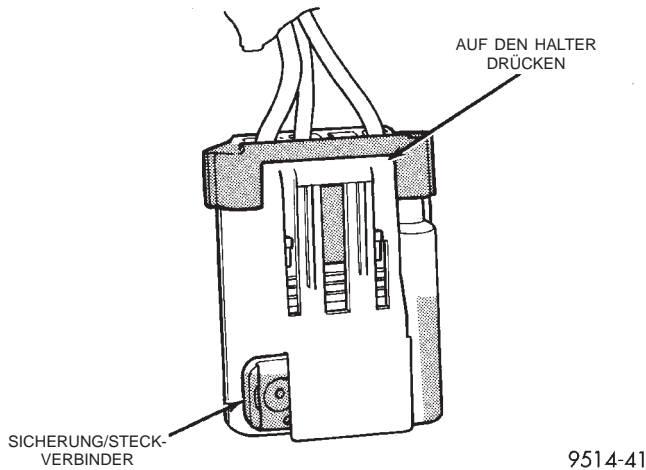

Abb. 46 Halter und Sicherung des Steckverbinders der Kraftstoffpumpeneinheit
- (7) Den Halter in Entriegelungsstellung schieben.
- (8) Auf den Steckverbinderhalter drücken (Abb. 46) und dann den Steckverbinder von der Kraftstoffpumpeneinheit abziehen.
- (9) Den Kraftstoffbehälter mit einem Getriebeheber abstützen. Die Schrauben der Haltebügel des Kraftstoffbehälters herausdrehen.
- (10) Den Kraftstoffbehälter leicht absenken. Vorsichtig den Kraftstoffeinfüllschlauch vom Kraftstoffbehälter demontieren.